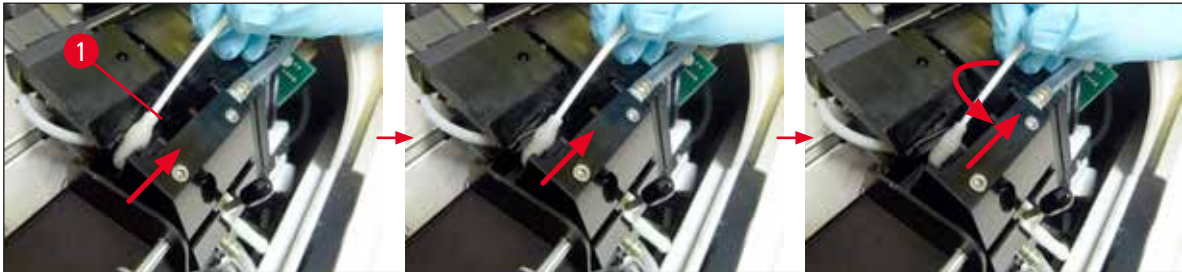

Fig. 56
5. Insira cuidadosamente o cotonete no espaço abaixo do cabeçote de impressão, levantando-o com ligeira pressão (sobre o cabeçote de impressão) (→ "Fig. 56"). Mova o cotonete do canto superior esquerdo ao canto inferior direito (ao longo da lingueta de vedação). Gire o cotonete ligeiramente após cada movimento para garantir que, em cada caso, uma área limpa do cotonete seja usada para o próximo movimento. Repita esse procedimento até que todos os resíduos de tinta seca tenham sido removidos.